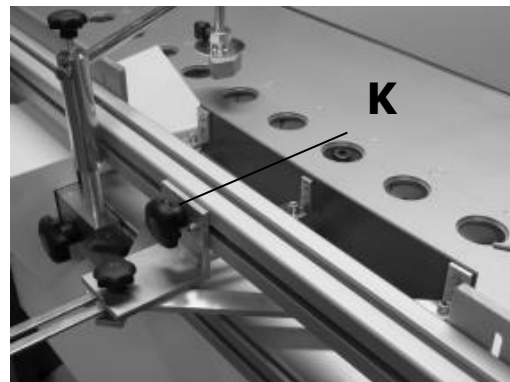

Bild 27
2. Bogenanschlaglineal mit der Feststellschraube (K) im Nutenstein befestigen (Bild 27)